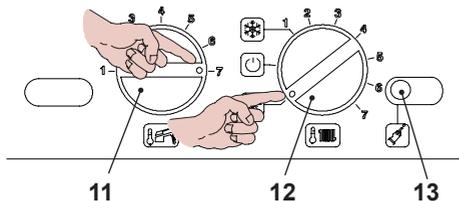

Рис. 9.8
- Установите регуляторы панели управления так, как показано на рисунке, см. Рис. 9.8.
- Чтобы получить доступ к функции «трубочист», войдите в режим программирования, нажав и удерживая в течение 15 секунд кнопку перезапуска 13, см. Рис. 9.8, до появления параметра **P01**.